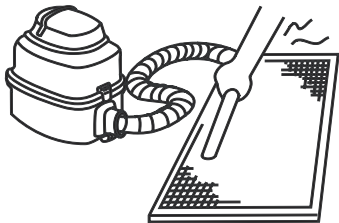

Figura 14.2
- El lado de entrada de aire debe mirar hacia arriba cuando se usa una aspiradora. (Consulte la figura 14.2)